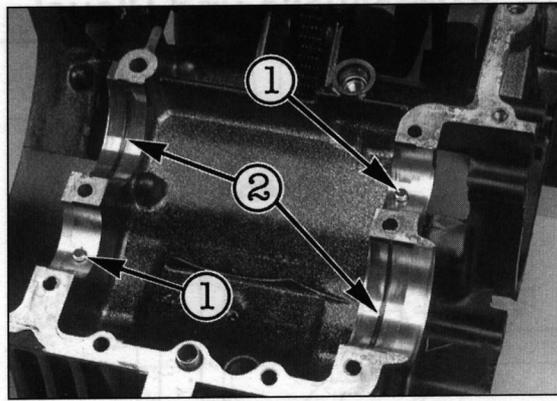

Bild 240
- Fixierringe einschieben und Fixierstifte auf Gehäusenutte ausrichten (Bild 240).